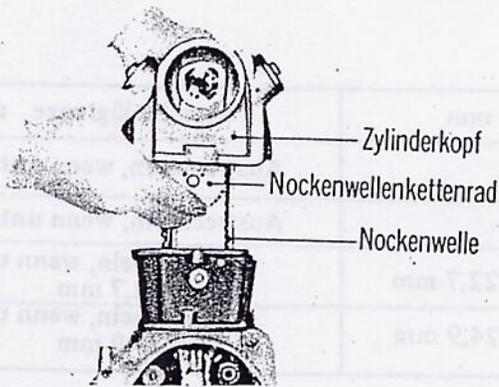

Abbildung 29
1. Beim Montieren des Zylinderkopfes muß sich das Nockenwellenzahnrad im Zylinderkopf befinden. (Abbildung 29)